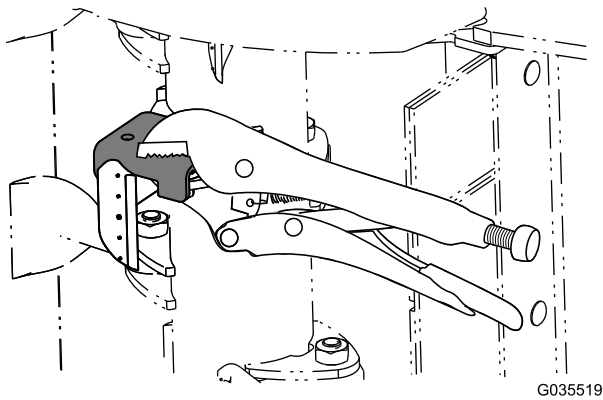

Bild 2
8. Klemmen Sie die Halterung mit einer Greifzange (Bild 2).